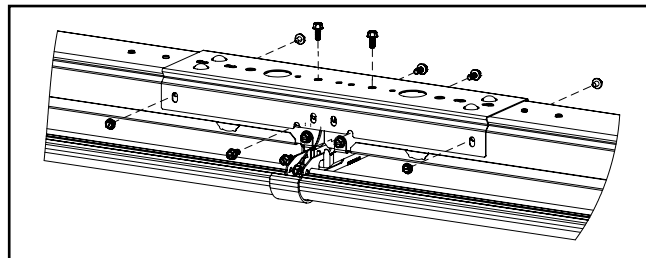

Figura 13
5. Vuelva a instalar los tornillos (6) que quitó anteriormente e instale tornillos adicionales (4) que se encuentran en la bolsa de piezas en los extremos del conector de canal como se muestra. (Figura 13)